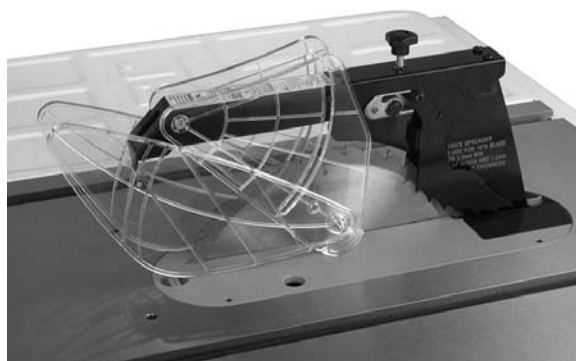

Рис. 15
3. Затяните ручку (D).
4. Опустите лепестки защитного кожуха на место, как показано на рис. 15.
**ВАЖНО:** Перед началом работы на циркулярной пиле с установленным защитным кожухом, ручка (D) должна быть затянута.